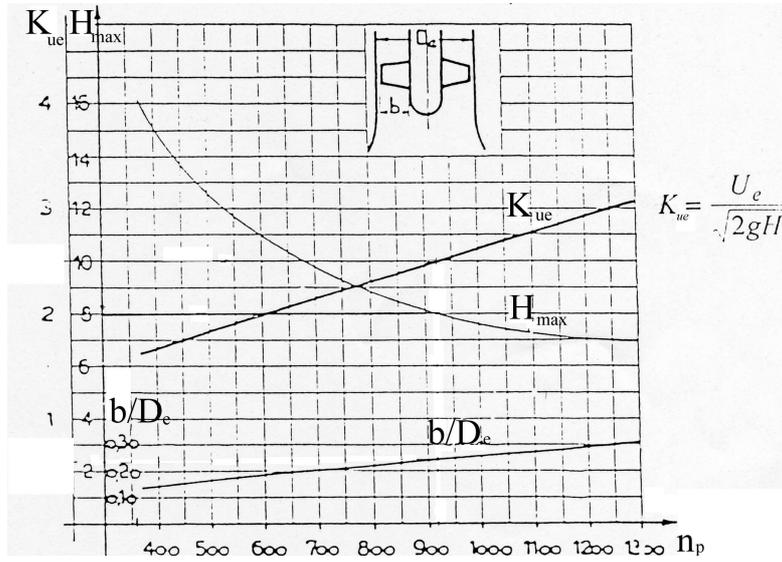

Figura 13: Diagramma statistico pompe assiali
Il rendimento effettivo η_e si può determinare dal grafico in figura (14), una volta noto il numero caratteristico di giri riferito alla potenza n_p . Quest'ultimo, è ricavabile dal primo grafico allegato (figura 13) in funzione della prevalenza massima H_{max} . Assumendo $H_m = H_{max}$, si ottiene $n_p = 920$ a cui corrisponde un rendimento effettivo di $\eta_e = 0.83$. La potenza assorbita vale quindi $P_{ass} = 47.23 \text{ KW} = 64.28 \text{ CV}$.